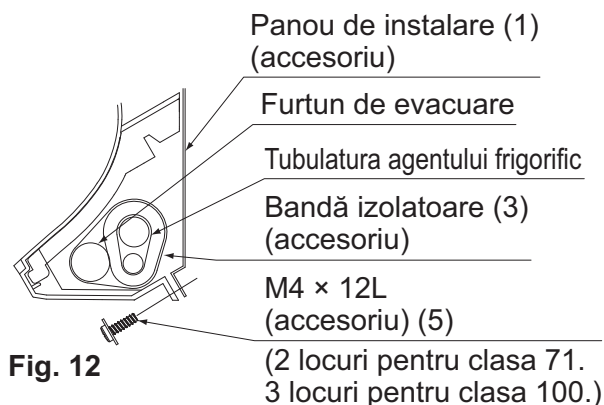

Fig. 12
- Fixați unitatea interioară la panoul de instalare (1) cu șuruburile de fixare (5). (Consultați Fig. 12)